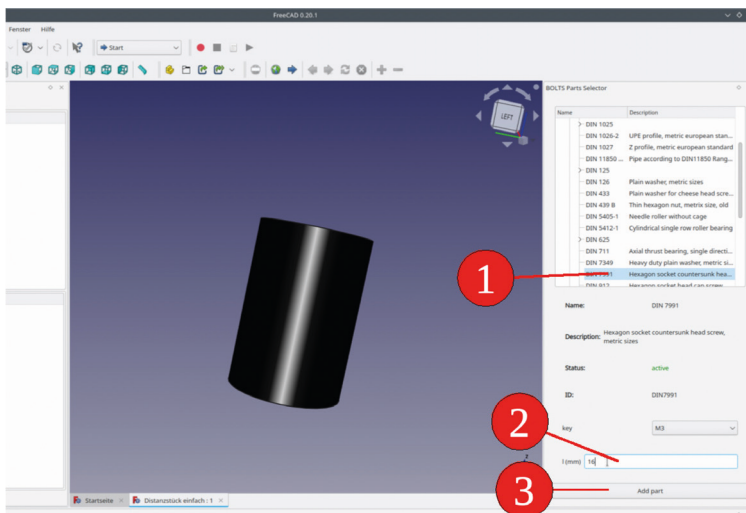

Bild 4-10
- Wir wählen aus der Liste "Standard | DIN | DIN 7991 Hexagon socket counter-sunk head", also eine Senkkopfschraube, setzen den Durchmesser auf M3 (der ist bereits vorgewählt) und die Länge auf 16 mm (Bild 4-10). Dann klicken wir den Button "Add Part" unten im "BOLTS Parts Selector".